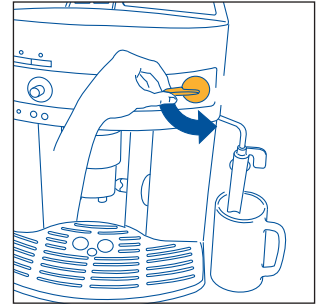
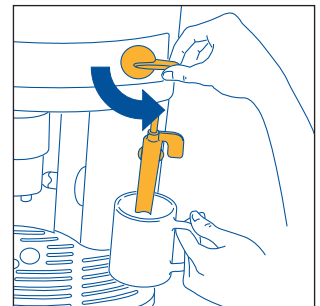
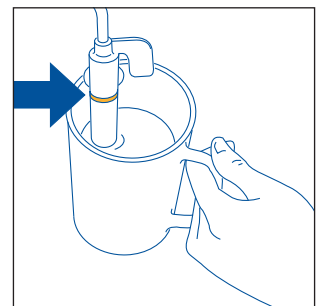

Fig.5
Fig.23
Fig.24
3. **INMEDIATAMENTE DESPUÉS, ANTES DE TRANSCURRIDOS 30 SEGUNDOS** gire el mando de vapor media vuelta hacia la izquierda hasta el tope (fig.5) (es normal que la máquina haga ruido).
- Gire el mando vapor media vuelta hacia la izquierda hasta el fondo (fig. 5): el agua caliente saldrá por el emulsionador y empezará a llenar el recipiente de abajo.
- **Inmediatamente después, antes de transcurridos dos minutos como máximo** (en caso contrario la máquina vuelve automáticamente a la función café), sumerja el emulsionador en el recipiente de la leche (fig. 23) procurando no superar la línea marcada en el emulsionador (indicado por la flecha de la fig. 24). Gire el mando vapor media vuelta hacia la izquierda hasta el tope (fig. 5). (Tenga cuidado en no quemarse). Del emulsionador saldrá vapor que le dará un aspecto cremoso a la leche y aumentará su volumen. Para formar una espuma más cremosa, sumerja en la leche el emulsionador y gire el recipiente con movimientos lentos de abajo hacia arriba. (Se aconseja no erogar vapor durante más de 2 minutos seguidos).
- Haga salir un poco de agua o vapor durante algunos segundos girando el mando de vapor hacia la izquierda hasta el tope (fig. 5). Con esta operación, el tubo de vapor descarga la leche que pueda haber quedado en su interior. **IMPORTANTE:** por razones de higiene se aconseja realizar esta operación para que la leche no se deposite en los circuitos internos del emulsificador.